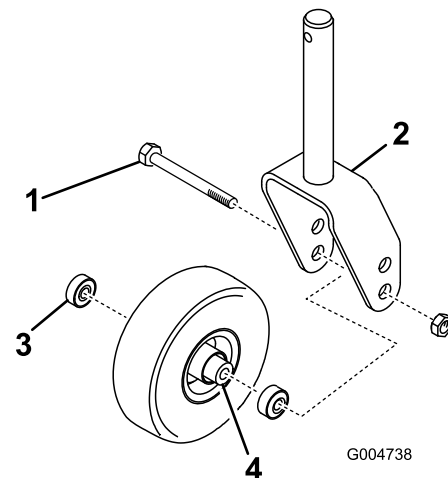

Figura 27
1. Retire a porca de bloqueio do parafuso que fixa o conjunto da roda, no respetivo suporte (Figura 27). Fixe a roda giratória e retire o parafuso da forquilha ou do braço articulado.
2. Retire o rolamento do cubo da roda e deixe cair o espaçador do rolamento para fora (Figura 27). Retire o rolamento do lado oposto ao do cubo da roda.